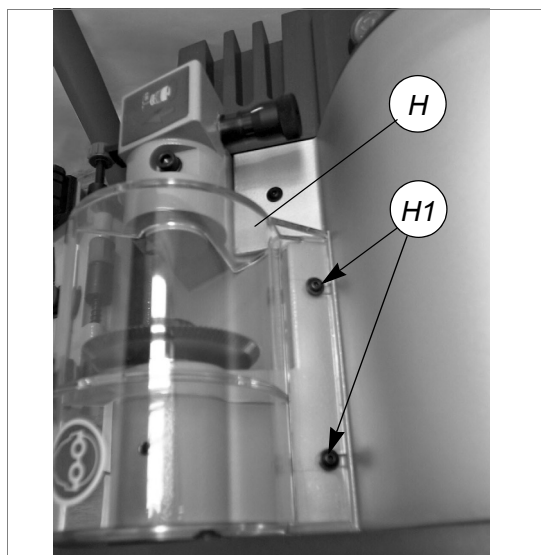

Fig. 24
2) Draai de 2 blokkeerschroeven (H1) los en verwijder het freescarter (H) (fig.24).